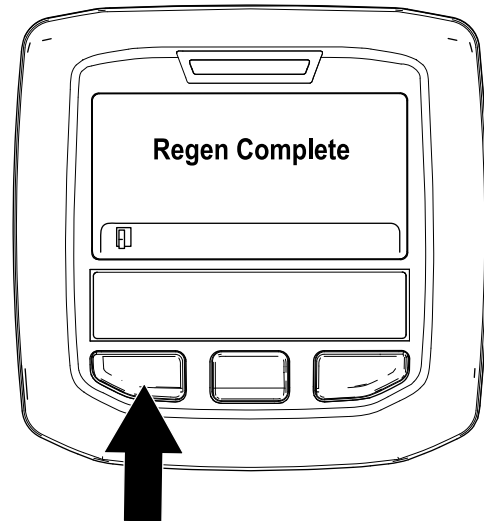

Bild 35
- Die geparkte Regenerierung ist abgeschlossen, wenn die Meldung „Regen. Complete“ im InfoCenter angezeigt wird. Drücken Sie die linke Taste, um den Homebildschirm anzuzeigen (Bild 35).